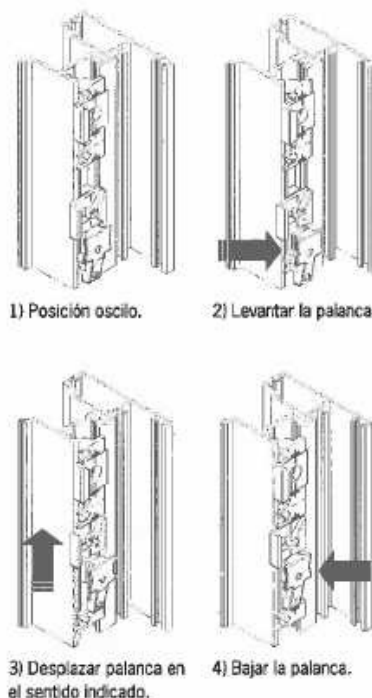

Fig. 4. Secuencia de pasos de microventilación oscilobatiene.
- Desplazar el cerradero AMC OB hasta su posición de aireación según los movimientos indicados en la Fig. 4.